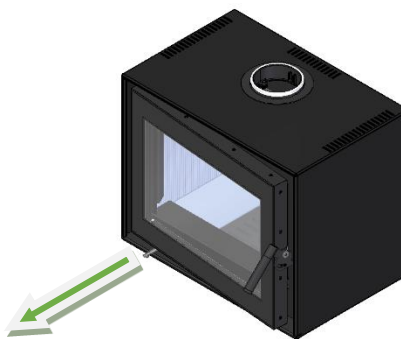

Figura 9 – Porta entreaberta e registo de ar aberto
4. Abrir o controlo de entrada de ar de combustão, deixar a porta entreaberta para que o acendimento seja mais rápido, tal como demonstra a Figura 9.
5. O período de acendimento termina quando a estrutura do equipamento tiver atingido uma temperatura estacionária. Deve então fechar a porta e regular a entrada de ar de combustão para que a queima seja lenta, tal como demonstra a Figura 9.